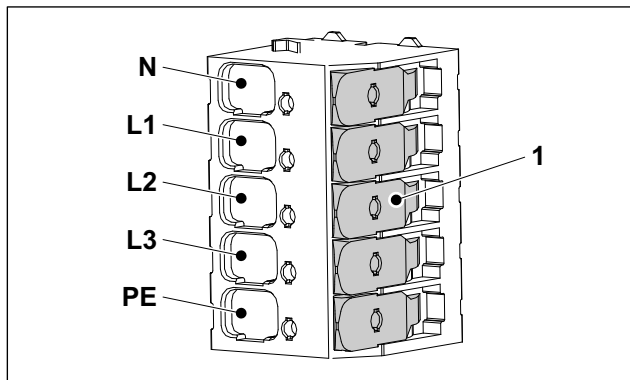

Abb. 5 Anschlussklemmen der Spannungsversorgung
8. Die Einzeladern der Zuleitung laut Kennzeichnung (Abb. 5) anschließen. Bei einphasiger Versorgungsspannung muss die Phase an L1 angeschlossen werden. Die Klemmen L2 und L3 werden bei einphasigem Anschluss nicht genutzt.
Es handelt sich um eine werkzeuglose Klemmleiste. Das Wegklappen des jeweiligen Betätigungshebels (Abb. 5/1) öffnet die Anschlussklemme und die jeweilige Einzelader kann eingesteckt werden. Das Zurückklappen des jeweiligen Betätigungshebels arretiert die zugehörige Einzelader. Es muss vermieden werden, mehrere Betätigungshebel gleichzeitig zu betätigen.